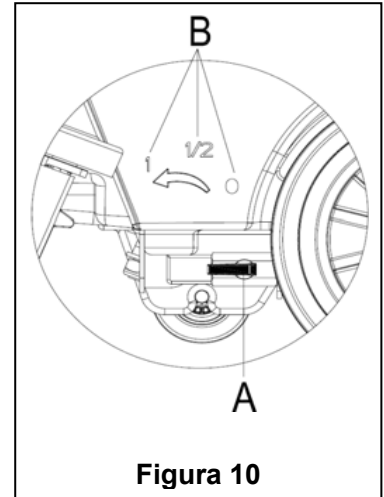

Figura 10
La regulación del mango de la válvula de bola (A, Figura 10) debe ejecutarse bajo la condición de que el interruptor de encendido (41) esté en posición "O".
- El volumen del flujo de agua puede ser ajustado a través del mango de la válvula de bola (A, Figura 10) conforme a la cantidad de agua que se requiere para fregar el suelo.